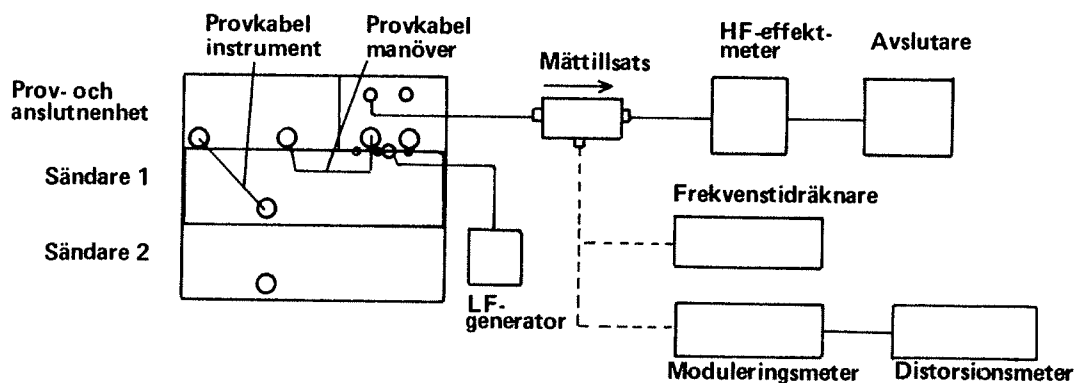

Bild 2
3.2.5.1 Anslut LF-generatorn och URI-metern till sändarenhetens ingång LINJENIVÅ N i stativet. Ställ in LF-generatorn på 1000 Hz, -3,5 dBu. Anslut mät-tillsatsen och moduleringsmetern till sändarenheten, se bild 2.